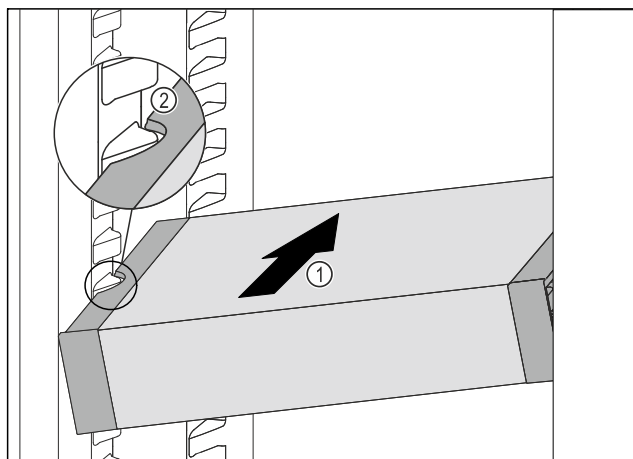

Fig. 106
- Вкарайте VarioSafe под ъгъл в хладилната част Fig. 106 (1), докато страничните прорези Fig. 106 (2) на VarioSafe се намират на височината на реброто на съда в хладилната част.